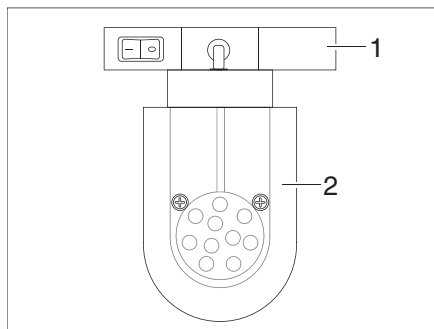

Fig. 131 Spot DEL (exemple)
- Saisir le support (Fig. 131,1) et le tourner de 90°.
- Retirer le spot DEL (Fig. 131,2) du système de rail.
- Placer le spot DEL (Fig. 131,2) à la position désirée dans le système de rail et le tourner de 90°.